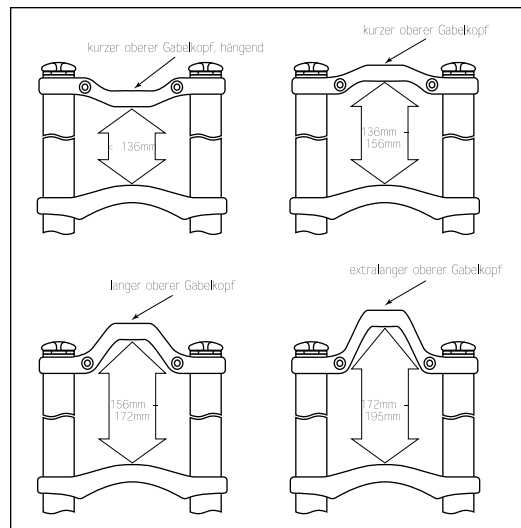

Abb. 2
- Es kann erforderlich sein, das Gabelschaftrohr der RockShox-Gabel auf die richtige Länge zu kürzen. Um das Gabelschaftrohr zu kürzen, müssen Sie die oberen Rohre ausbauen. Dies ist nötig, da sonst die oberen Rohre im Weg sind, wenn Sie das Gabelschaftrohr absägen. Die Länge des Gabelschaftrohrs hängt von folgenden Bauteilen ab: Länge der Gabelschaftrohr-Klemmung am oberen Gabelkopf der XL, Länge der Klemmung des Vorbaus, Länge des Steuerrohrs des Rahmens, sowie obere und untere Bauhöhe des Steuersatzes (s. Abb. 2). Um die Montage zu erleichtern, sollten Sie den oberen Gabelkopf der XL nicht auf den